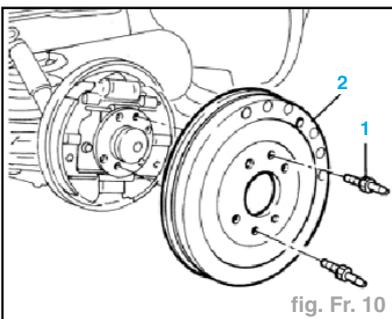

fig. Fr. 10
- Dévisser les axes de fixation (1).
- Déposer le tambour de frein AR (2) (fig. Fr. 10).
- Positionner le tambour (2).
- Visser les axes de fixation (1) (fig. Fr. 10).
- Dévisser les vis de fixation du tambour de freins (1) et enlever le tambour (2) (fig. Fr. 10).